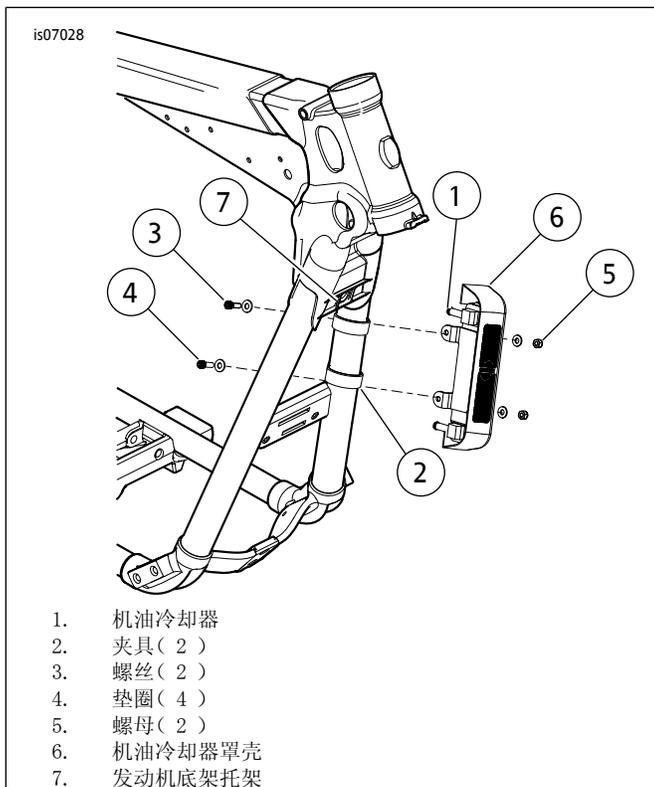

图2。安装机油冷却器组件
1. 参见图2。从套件中取出两个夹具(2)、两个凹头螺丝(3)、四个垫圈(4)和两个螺母(5)。将机油冷却器(1)安装到左侧下管。对准夹具平面侧使其朝外。定位上部夹具，使其与发动机安装架(7)底部的距离不超过31.8 mm (1.25 in)。拧紧螺丝至 10.2-13.5 N·m (96-120 in-lbs)。